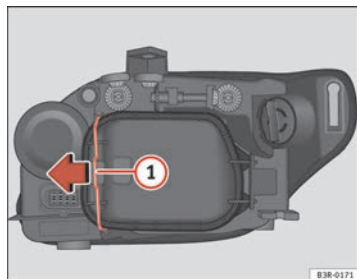

Fig. 220 Lampadina Luci di posizione
Anche se non necessario, estrarre prima la copertura ⇒ pag. 290, fig. 220, rende più facile la sostituzione della luce diurna. ■
- Far scorrere il tirante ⇒ fig. 220 ① nel senso della freccia e sfilare la copertura separando prima il lato del tirante ed estraendo dopo le due linguette dell'estremità opposta.